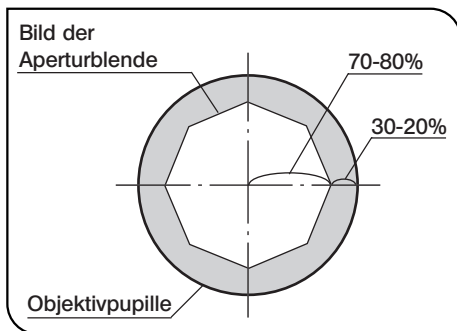

Abb. 34
Aperturblende (Abb. 34 & 35)
- Da der Kontrast mikroskopischer Objekte für gewöhnlich gering ist, wird üblicherweise die Einstellung der Kondensor-Aperturblende auf 70% bis 80% der numerischen Apertur des verwendeten Objektivs empfohlen. Gegebenenfalls das Verhältnis korrigieren, indem das Okular entfernt und der Aperturblendenring ① mit Blick durch den Okularstutzen gedreht wird, bis das in Abb. 34 gezeigte Bild zu sehen ist.